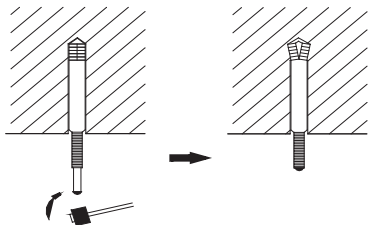

Figure 26 – Boulon d'extension
1. Insérez la vis d'extension M10 dans le trou, puis frappez le clou dans le boulon. Consultez les schémas d'aperçu de dimension du module intérieur pour connaître la distance requise entre les trous et consultez la figure 26 pour obtenir des renseignements sur l'installation du boulon d'extension.